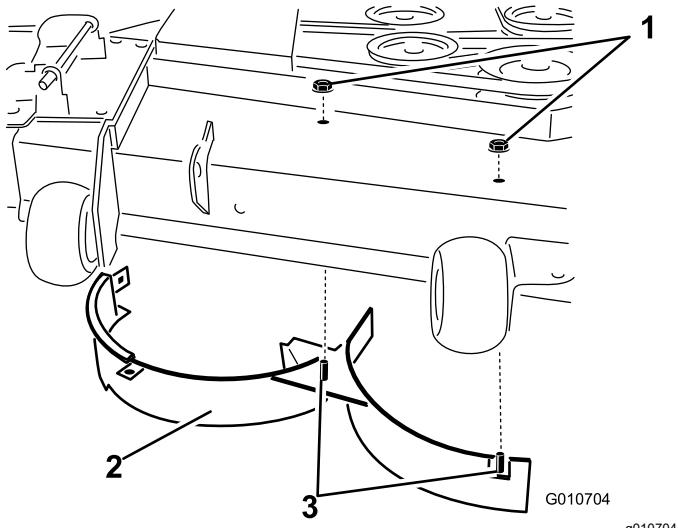

Figura 19
11. Remova as duas porcas de bloqueio (5/16 pol.) presas aos postes soldados do abafador direito, na parte superior da plataforma do cortador, nas posições central e direita (Figura 19).
12. Remova o parafuso de carroçaria e a porca de bloqueio que prendem o abafador direito na parte superior da plataforma do cortador e retire o abafador direito da plataforma do cortador (Figura 19).